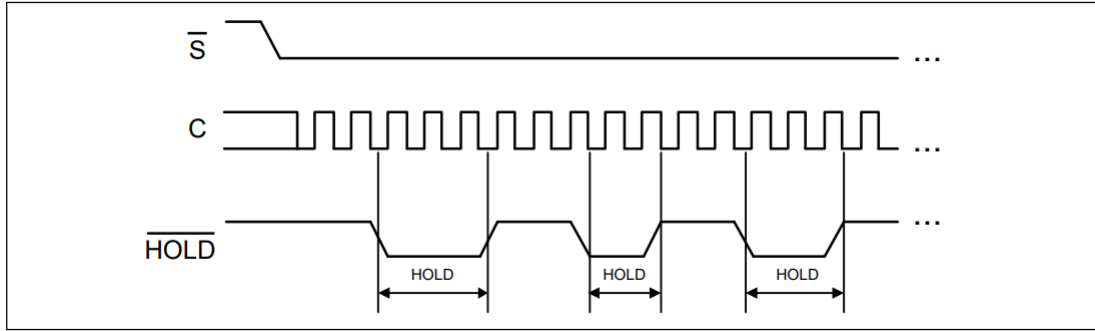

图 3-4 保持条件激活
为了结束保持状态，当串行时钟 (C) 低时，保持 (Hold) 信号被驱动为高电平。如果在串行时钟 (C) 高脉冲期间保持 (Hold) 信号被驱动为高电平，则保持状态将不会结束，直到下一个串行时钟 (C) 低脉冲开始 (见图 3-4)。